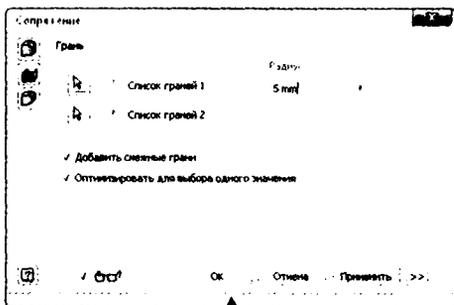

Рис. 10.27. Вы можете добавлять элементы в развертку
13. Щелкните две стороны детали, как показано на рис. 10.27, установите значение радиуса **5 мм**.